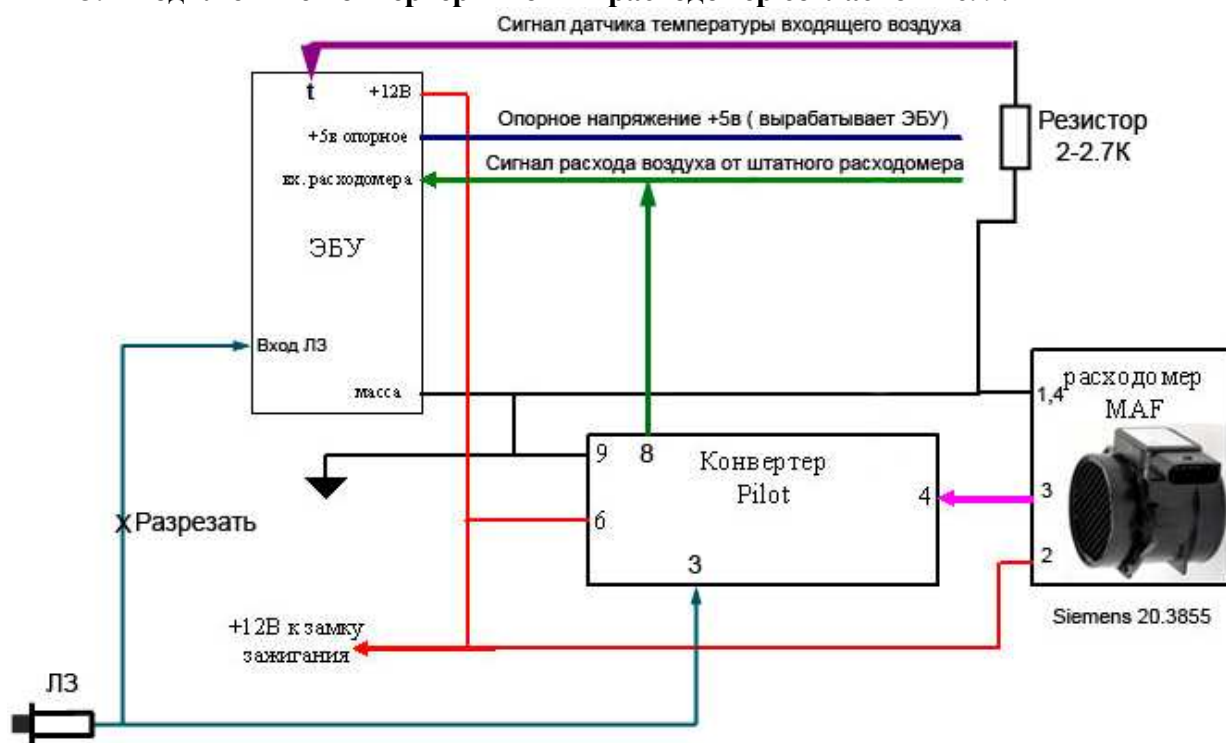

Рис. 9 Схема подключения конвертера в режиме точной настройки
3. Подключите конвертер и новый расходомер согласно Рис. 9.
1. Подключите конвертер и расходомер заменитель согласно Рис. 9